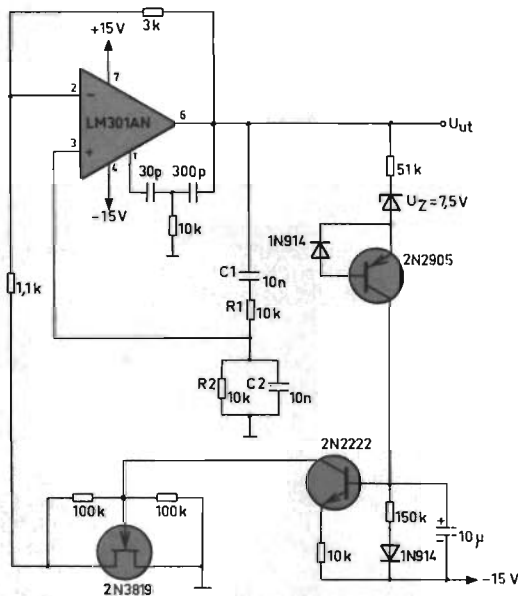

Fig 24. Sinusgenerator med låg distorsion och amplitudstabilisering.
- I fig 24 visas en annan typ av sinusoscillator med låg distorsion och amplitudstabilisering. Frekvensen bestäms av